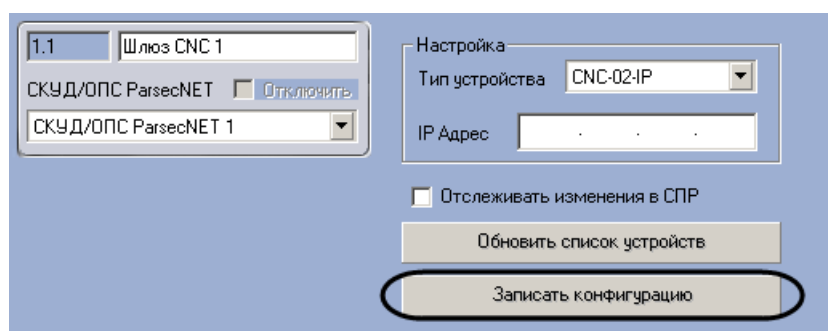

Рис. 3.3—8 Пересылка конфигурации в контроллеры *СКУД/ОПС ParsecNet*
1. Перейти на панель настроек объекта **Шлюз CNC**, соответствующего выбранному Ethernet-шлюзу или ЦКС (Рис. 3.3—8).
2. Нажать кнопку **Записать конфигурацию** (см. Рис. 3.3—8).